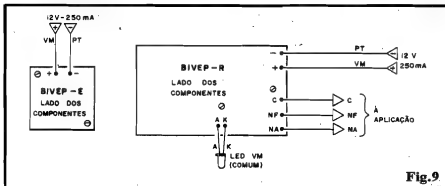

Fig.9
- **FIG. 9 - CONEXÕES EXTERNAS ÀS PLACAS** - São muito poucas, muito diretas e óbvias... Contudo, a mesma atenção dedicada à inserção e soldagem dos componentes, deverá ser prestada a essa fase... Convém, em ambas as placas, codificar as conexões de alimentação com o padrão de fio **vermelho** no **positivo** e fio **preto** no **negativo**, o que facilitará a identificação no momento da